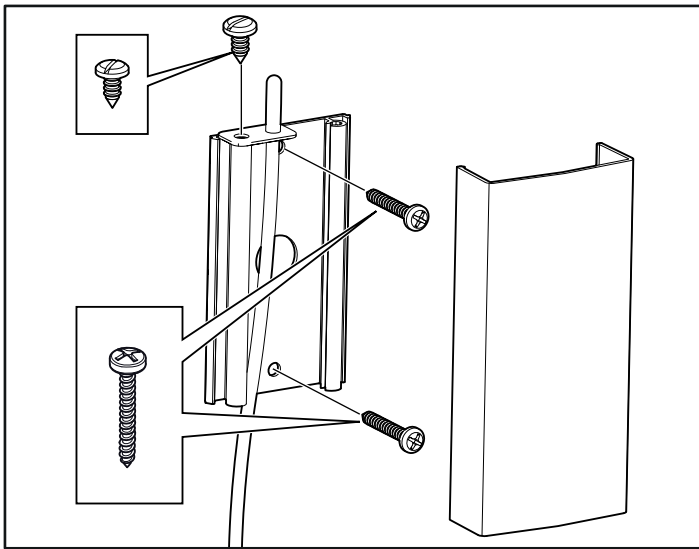
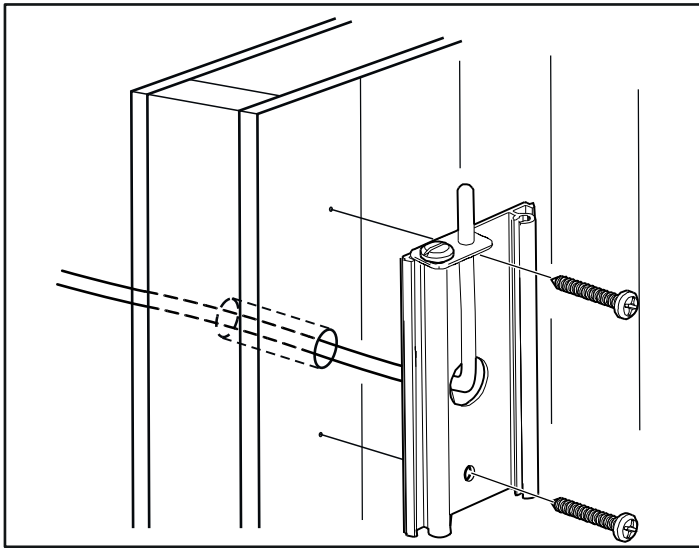

Fig 15: Montering av sensorn
Fig 16: Ledningsdragnig genom vägg.
- Montera sensorn på väggen se Fig 15. Termistorledningen kan även dras igenom väggen. Täta eventuella hål i väggen bakom sensorn, se Fig 16, sidan 6 Termistorledningen kan förlängas utanför bastun med svagströmsledning (2-ledare).